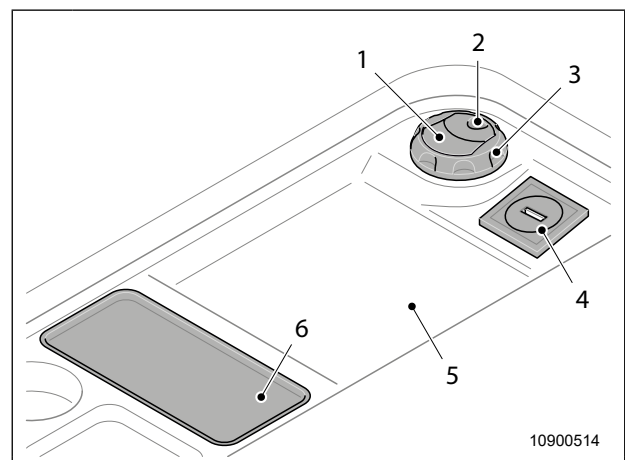

Fig. 42 Distribuidor de aire caliente
- ☞ El distribuidor de aire caliente (Fig. 42, pos. 3) se abre presionando hacia abajo el agarre empotrado (Fig. 42, pos. 2). La cantidad de aire suministrado se controla a través de la posición de las aletas (Fig. 42, pos. 1).
- Según el equipamiento, el techo abatible estará equipado con iluminación LED y un puerto USB (Fig. 42, pos. 4) en las superficies de alojamiento (Fig. 42, pos. 5).
- Según el equipamiento, el techo abatible estará equipado con una bandeja de carga (Fig. 42, pos. 6) para la carga inductiva de un teléfono inteligente.